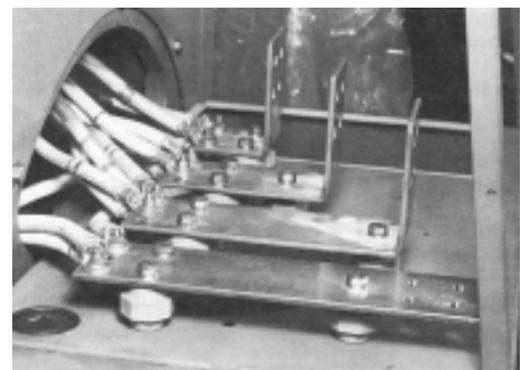

Figure 6-78
2. Sur les alternateurs équipés de bloc-bornes, rebrancher les fils du stator principal et les plots isolants sur les barres (Fig. 6-78)